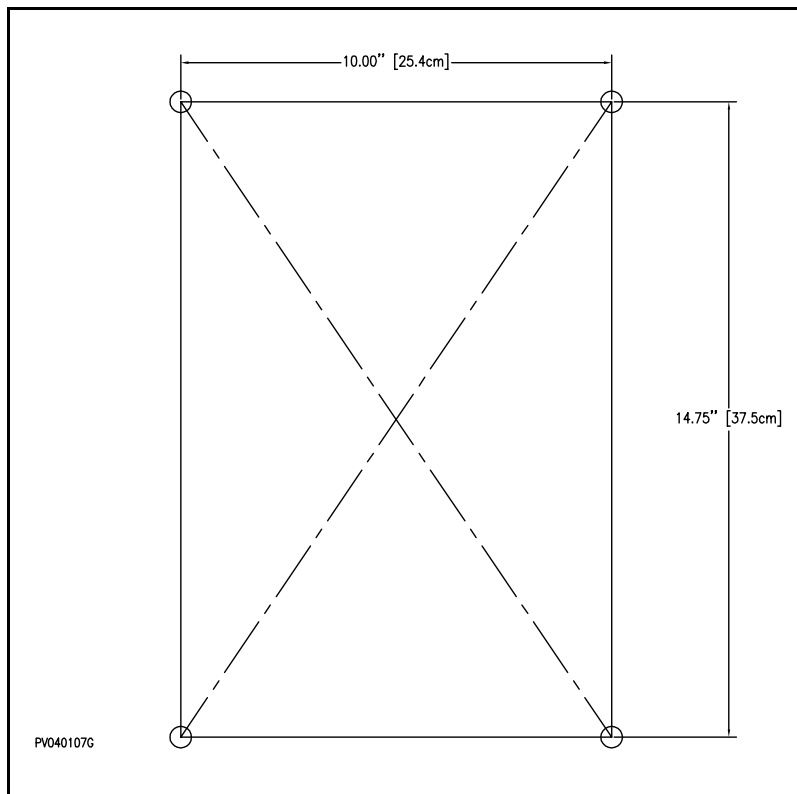

Figure 32 : Gabarit de perçage
1. Choisir l'endroit approprié pour installer le boîtier de protection et marquer l'emplacement des trous de montage selon la Figure 32 : "Gabarit de perçage".